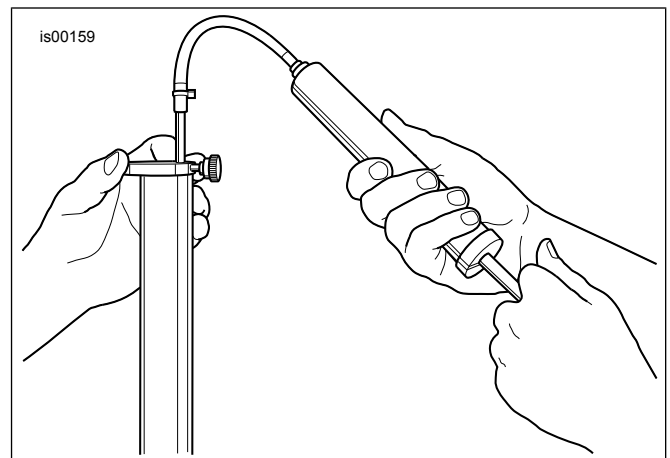

Figura 5. Extracción del exceso de aceite de la horquilla
- d. Vea la Figura 5. Inserte la varilla en la parte superior del tubo de la horquilla hasta que el anillo de metal quede plano sobre la parte superior del tubo de la horquilla.